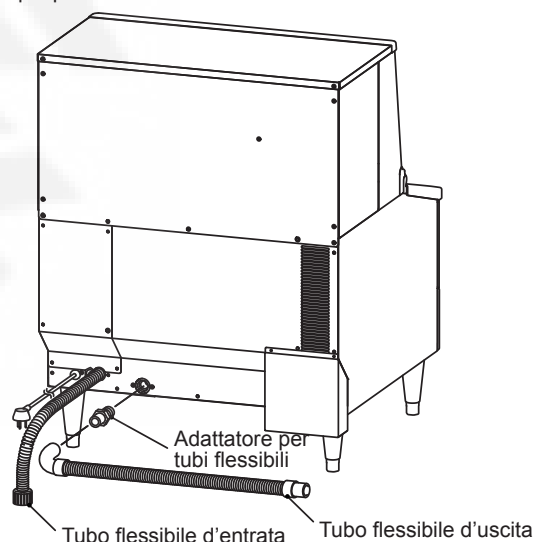

Fig. 3
- 2) Applicare un nastro di PTFE intorno al raccordo dell'adattatore per tubi flessibili e avvitare l'adattatore per tubi flessibili all'uscita di scarico della macchina. Serrare manualmente il tubo flessibile di uscita grigio (in dotazione) sull'adattatore per tubi flessibili come indicato (Fig. 3). Il tubo può essere tagliato alla lunghezza necessaria per adattarsi alla posizione dello scarico principale. Per prevenire perdite d'acqua, fissare il tubo flessibile di uscita all'uscita di scarico mediante una fascetta per tubi flessibili.